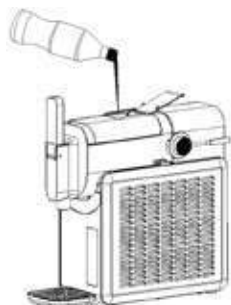
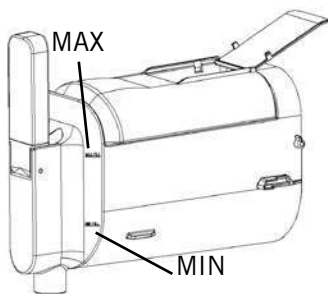

Fig. 5
Fig. 6
2. Ouvrez le couvercle du récipient de mélange et versez lentement la quantité de liquide nécessaire (Fig. 5). Respectez alors toujours les repères Min et Max (Fig. 6). Si vous ne versez pas assez de liquide, le liquide ne sera pas correctement mélangé. Si vous versez trop de liquide, le liquide peut déborder.